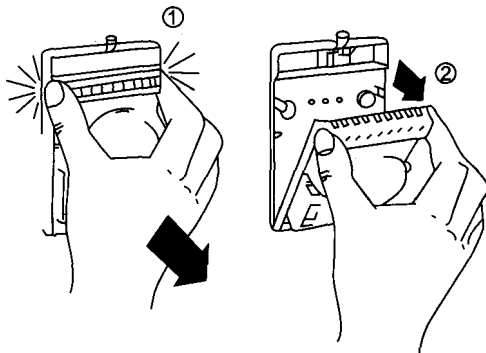

Рис. 2
2. Отожмите пластмассовые защелки, находящиеся по бокам центральной панели. Откиньте вниз центральную панель (рис. 2).